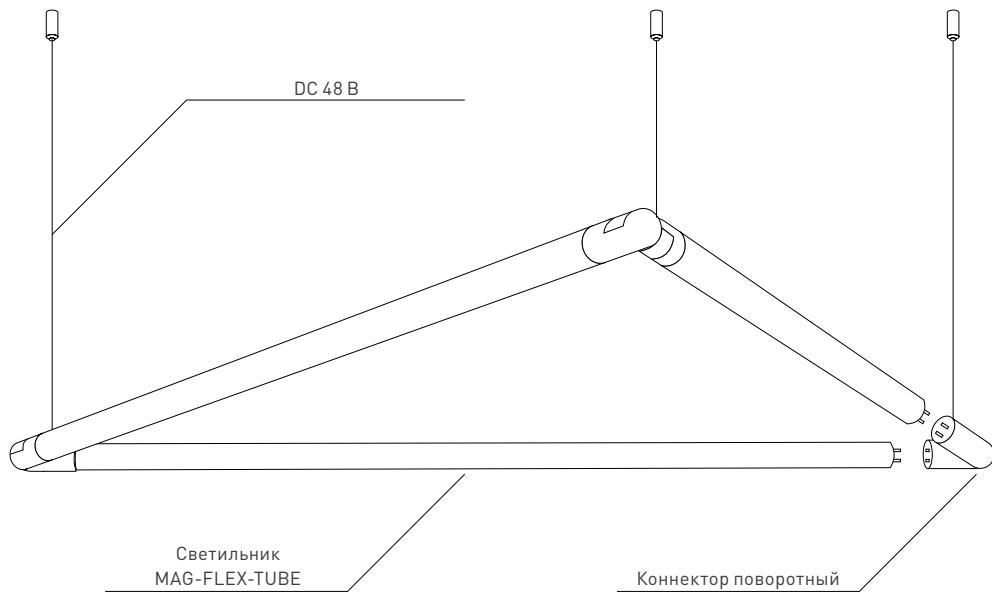

Рис. 1. Соединения светильника с поворотным коннектором, подключение питания
- Выполните сборку и подключение светильника согласно рис. 1.